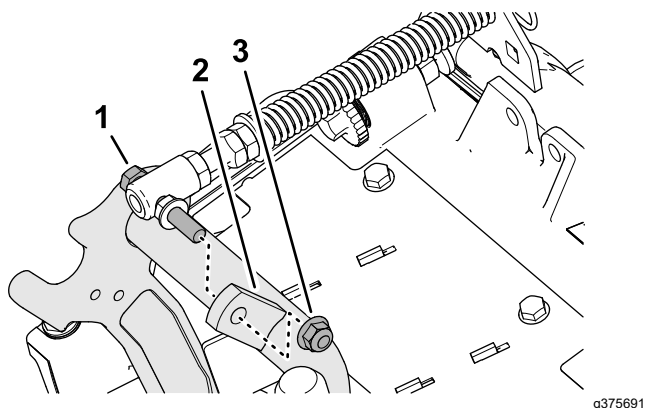

Figure 12
3. Retirez le contre-écrou à embase ($\frac{3}{8}$ po) qui fixe la vis du ressort de compensation sur la patte droite du bâti porteur, et retirez le ressort de compensation de l'unité de coupe (Figure 12).